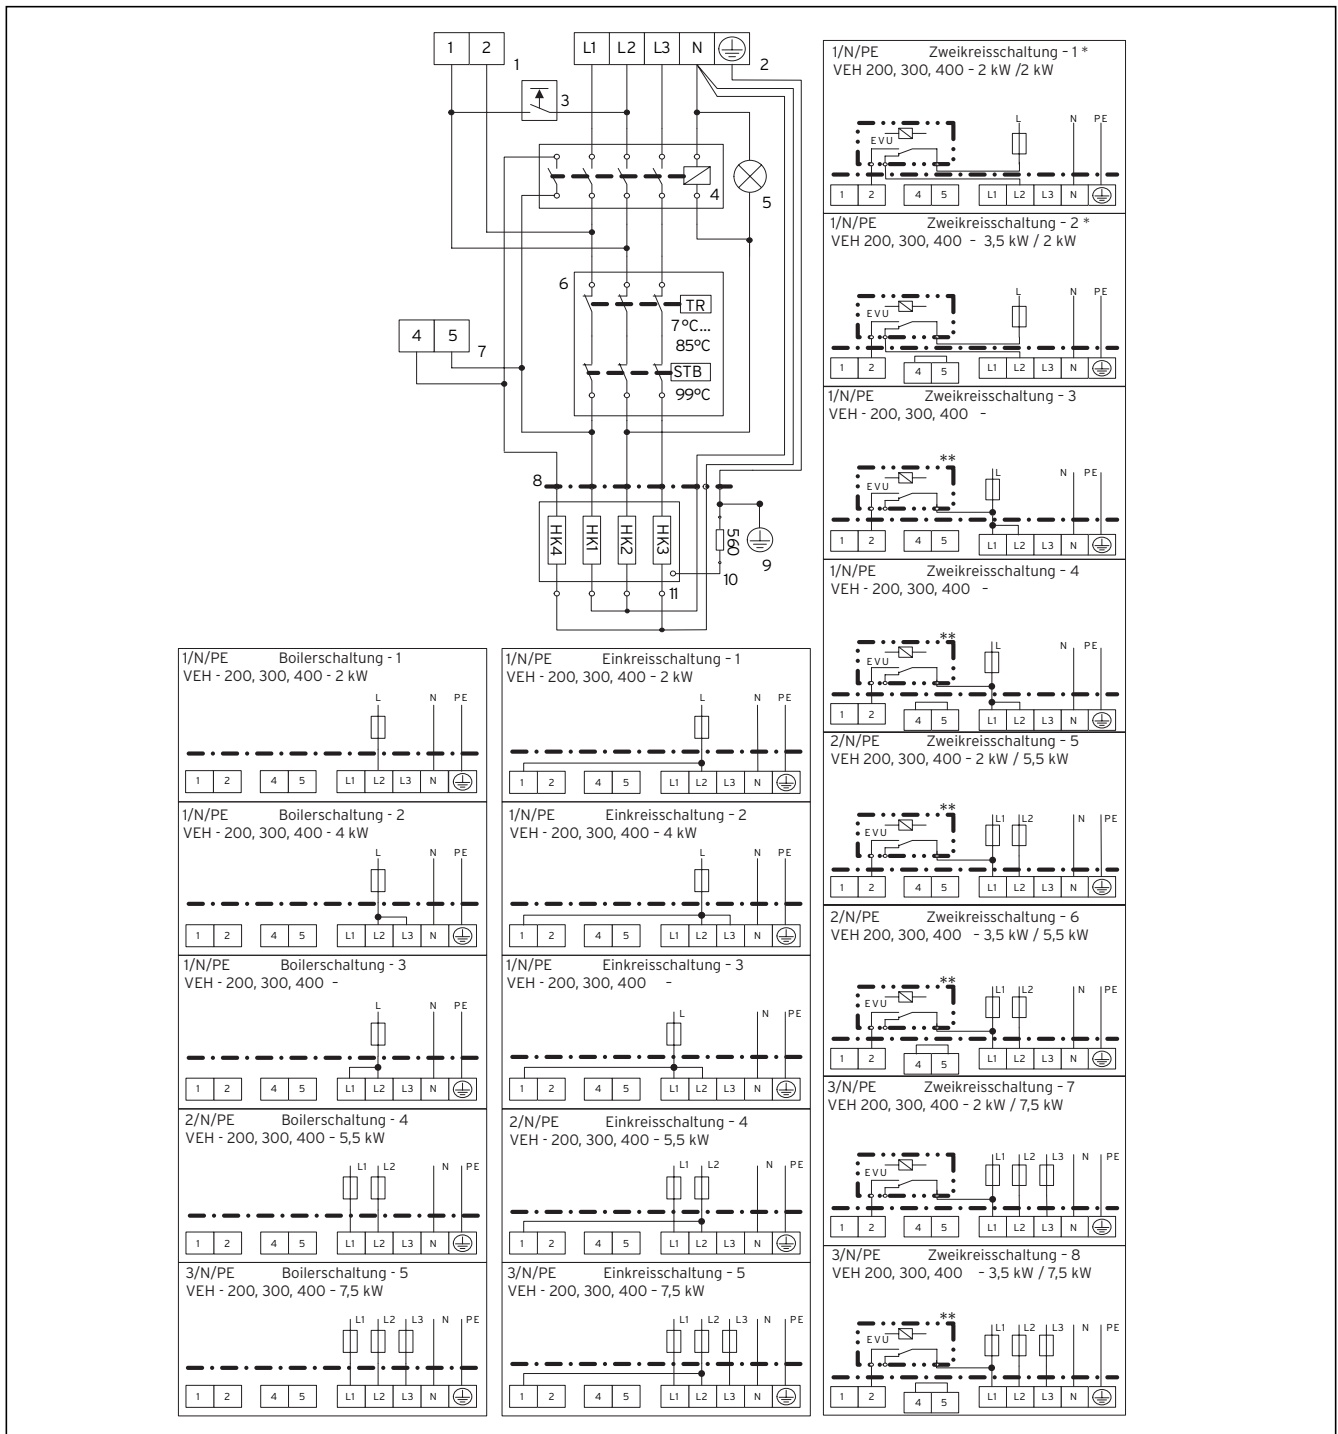
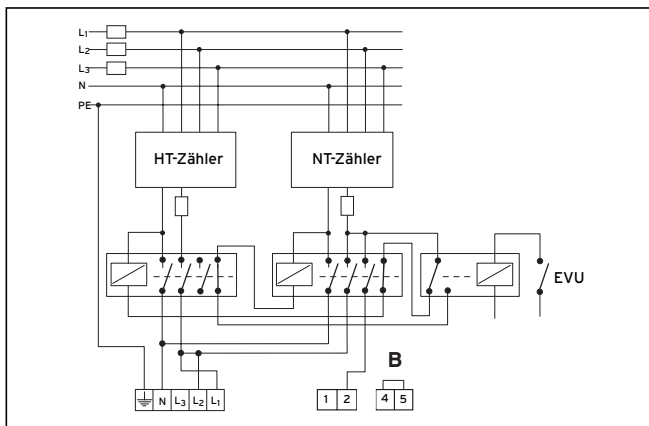
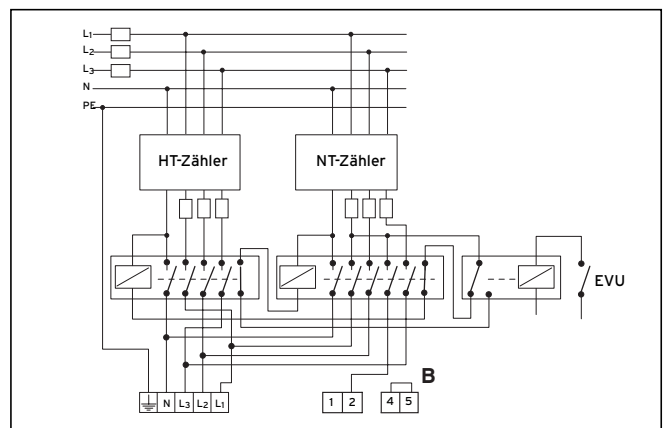

Abb. 8.1 Schaltschema Übersicht eloSTOR
Abb. 8.2 Anschluss einphasig
Abb. 8.4 Anschluss dreiphasig
- Nehmen Sie die Anschlussverdrahtung für die in der Tabelle 8.1 angegebenen Leistungen entsprechend den zugehörigen Schaltschemata in Abb. 8.1 und den Abb. 8.2 bis Abb. 8.4 vor.
Beachten sie das Schaltschema (siehe Abb. 8.1). Für die Einkreissschaltung ist eine Brücke (1,5 mm²) zwischen L2 und Klemme 1 erforderlich. Für die Zweikreissschaltung setzen Sie das Steuerkabel an die Klemme 2. Bei Boilerschaltung werden keine Steuerleitungen benötigt.
Bei Zweikreisschaltung kann für Niedertarifschaltungen ein EVU-Kontakt entsprechend den Schaltschemata in den Abb. 8.2 bis 8.4 angeschlossen werden. Dies gewährleistet eine Einschaltung der Grundlast vom Energieversorgungsunternehmen. Wählen Sie die Leistung aufgrund der Freigabezeit des EVU für den Niedrigtarif (üblich 4 bzw. 8 Std.).